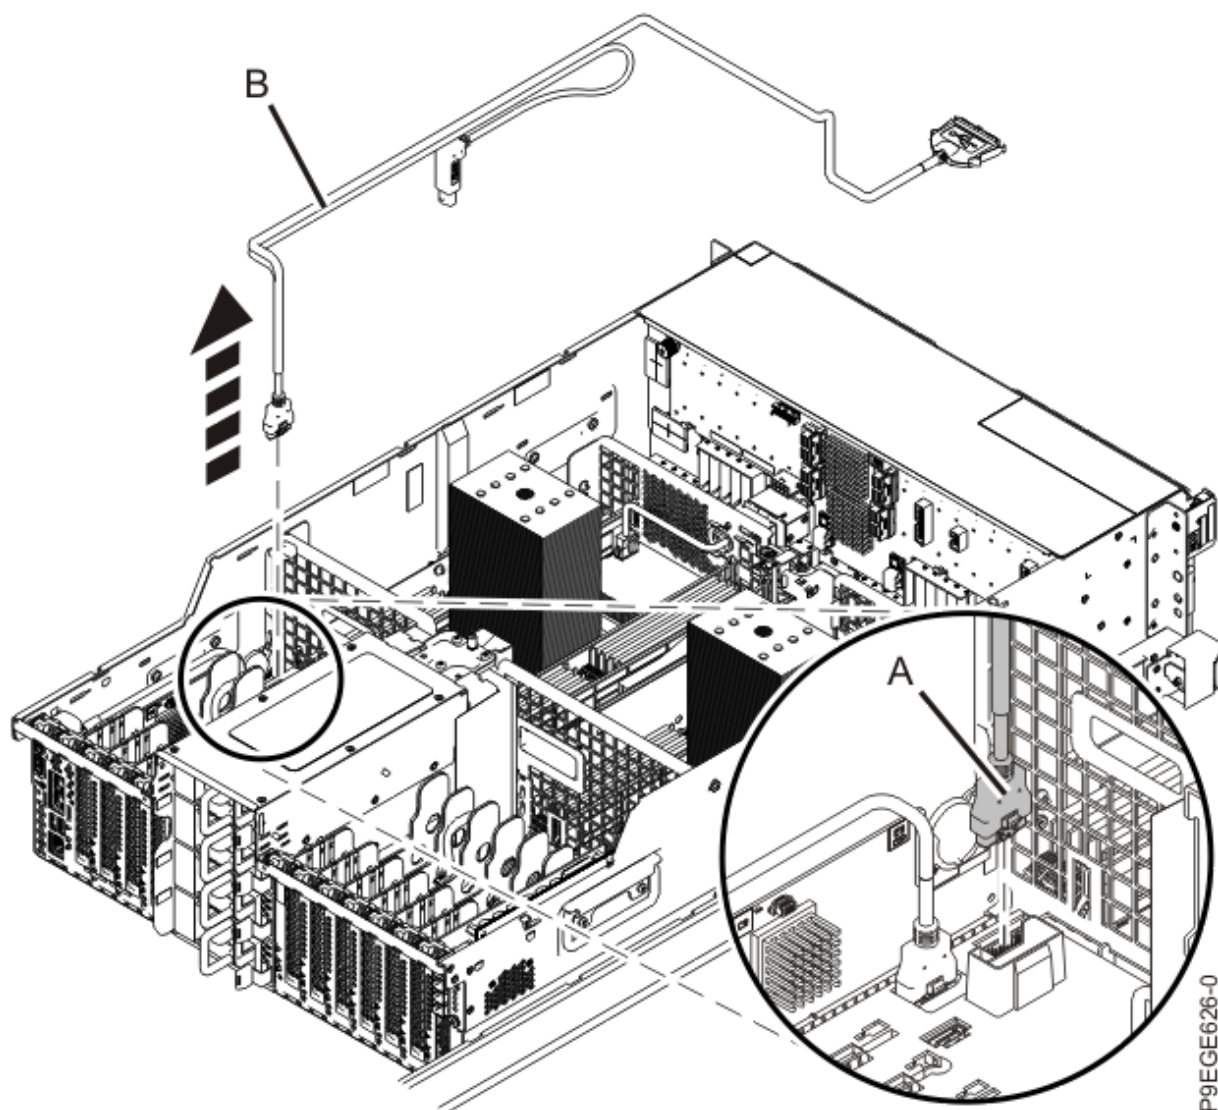

Figura 13. Extracción del cable USB frontal de la placa posterior del sistema
3. Presionando la palanca de liberación del conector **(A)**, desconecte el cable USB frontal **(B)** de la placa posterior del sistema, tal como se muestra en la Figura 13 en la página 15.